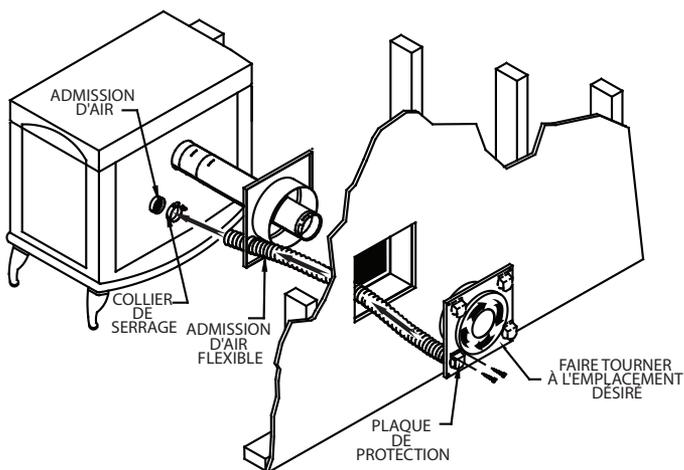
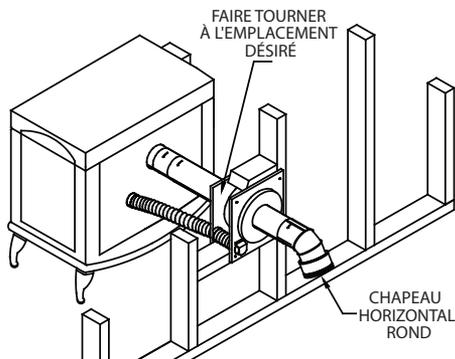

Figure 12
Figure 13
l'ouverture encadrée de la bague, éliminant le besoin de découper une autre ouverture dans le mur. Le petit conduit flexible fourni avec cet assemblage permet de raccorder l'entrée d'air comburant du poêle à granules. Noter que lors de l'installation d'une bague murale avec entrée d'air, le tuyau ne sera pas centré dans l'ouverture encadrée. Assembler lâchement les deux moitiés de la bague murale sur la section du tuyau. Raccorder le tuyau flexible avec un collier sur la moitié extérieure de la bague murale. Guider le conduit d'entrée d'air flexible par l'ouverture dans la moitié intérieure noire de la bague murale, tirer doucement le conduit d'entrée d'air flexible vers l'appareil (Figure 12) et si nécessaire, tailler l'excédent du conduit à la longueur souhaitée à l'aide de cisailles. Fixer le conduit d'entrée d'air flexible à l'entrée d'air comburant du poêle avec le collier fourni. Raccorder uniquement un conduit flexible métallique à l'appareil, ne pas substituer ou installer un conduit flexible en plastique. La bague dispose déjà d'un couvercle de protection situé au coin inférieur gauche orienté vers le bas, afin de protéger le conduit d'entrée d'air contre la pluie en la faisant dévier. Si vous souhaitez pivoter la bague pour placer l'entrée d'air vis-à-vis un autre coin, retirer les deux (2) vis du couvercle de protection de l'entrée d'air et fixer à nouveau au nouvel emplacement de l'entrée d'air. Fixer la moitié intérieure noire de la bague murale au mur intérieur et la moitié extérieure non peinte doit être fixée au mur extérieur sur les deux types de bagues (Figure 13). Les bagues murales s'ajustent à des murs de 10 cm à 20 cm (4 po à 8 po) d'épaisseur. Pour une installation dans des murs plus épais, une rallonge de tuyau doit être fabriquée par l'installateur.
## 5. SI LA SORTIE DU CONDUIT DE FUMÉE EST À L'ARRIÈRE DU POÊLE ET QU'UNE INSTALLATION HORIZONTALE À TRAVERS LE MUR EST SOUHAITÉE (Figure 13) :